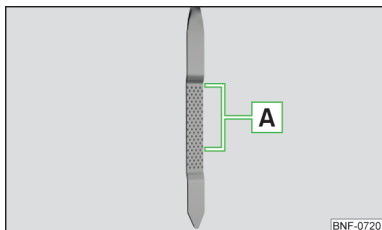

Fig. 109
Nivelul de ulei trebuie să se situeze în zona **A** » fig. 109. Dacă nivelul de ulei este situat sub zona **A**, completați cu ulei.
- Nivelul uleiului nu trebuie să fie în niciun caz în afara domeniului **A** » fig. 109 - există pericol de deteriorare motorului, precum și a instalației de evacuare a gazelor arse.